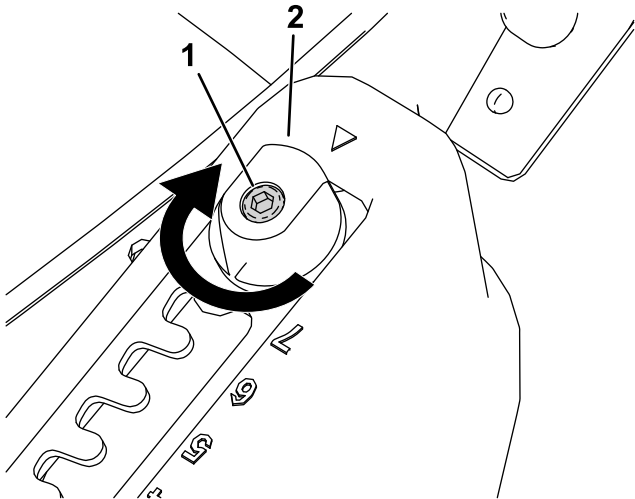
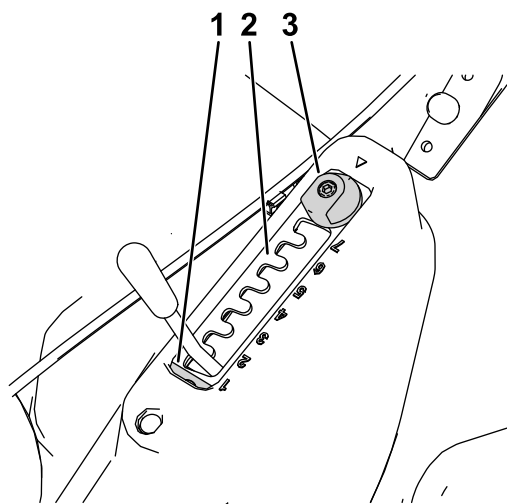

Figura 17
Figura 18
1. Desaperte o parafuso de retenção da placa do seletor com uma chave Allen (Figura 17).
2. Rode o ajustador do sistema MatchCut em 180° (Figura 17 e Figura 18).